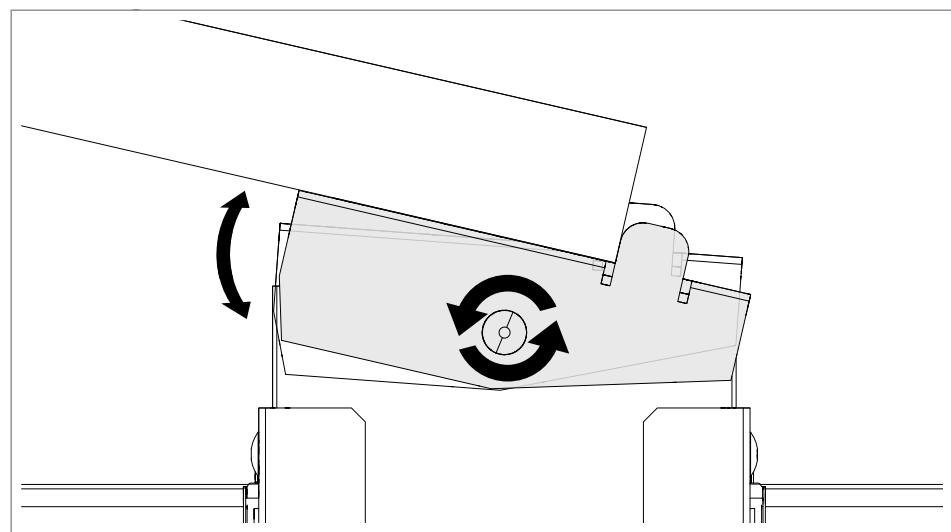

Abb. 15: Neigungswinkel der Stützen anpassen
- Hinweis!** Die kurze und lange Stütze lässt sich mit einem Demontagewerkzeug wieder lösen (siehe auch Kapitel „Abb. 15: Neigungswinkel der Stützen anpassen“ auf Seite 22).